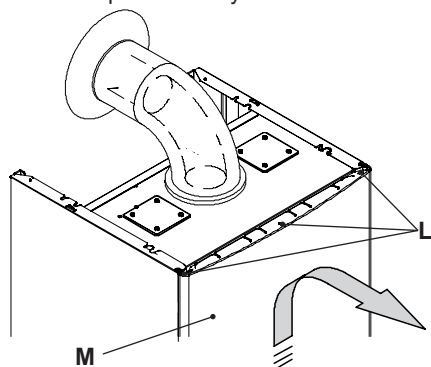

Рисунок 5.16
- Снимите переднюю панель котла, в соответствии с указаниями. Выньте винты **L**. Снимите переднюю панель **M**, подтолкнув ее вверх, чтобы высвободить из нижних крючков Рисунок 5.16.